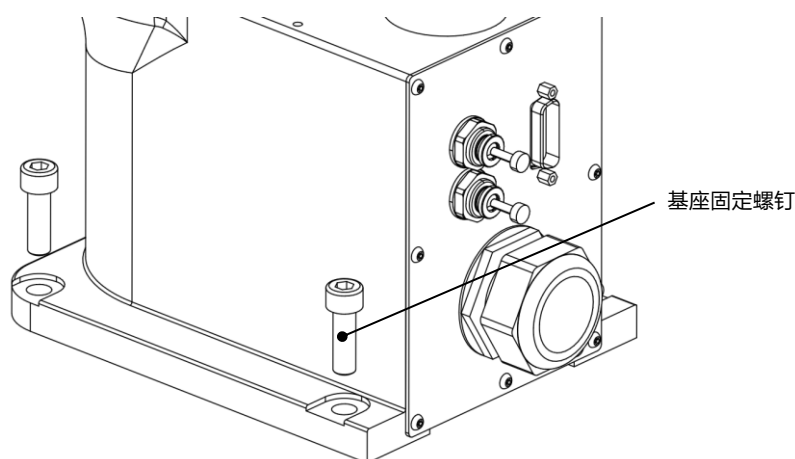

图 8-4 拆卸基座固定螺钉示意图
- 步骤3. 如图 8-4 所示，拆掉基座固定螺钉并水平放置，注意下部垫泡棉或者柔软垫，防止磕伤本体。